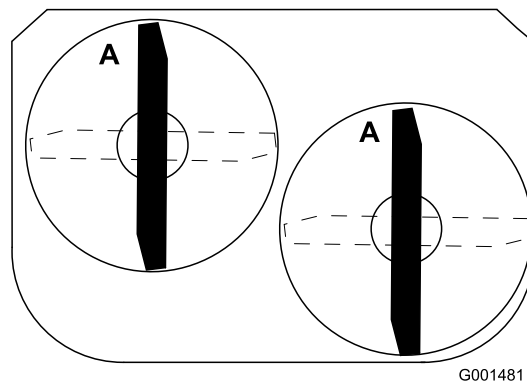

Figure 49
3. Tournez les lames dans le sens longitudinal (Figure 49).